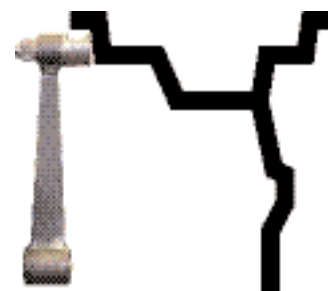

Рис. 10.1
10.2. Данная модель СБ снабжена устройством, позволяющим автоматически вводить дистанцию « A ». Для этого необходимо, взяв за рукоятку, вытянуть из корпуса СБ штангу и подвести палец на конце рукоятки к месту установки корректирующих грузов на внутренней стороне обода (см. рис. 10.1) и удерживать штангу в этом положении до появления звукового сигнала, после чего вернуть штангу в исходное положение.